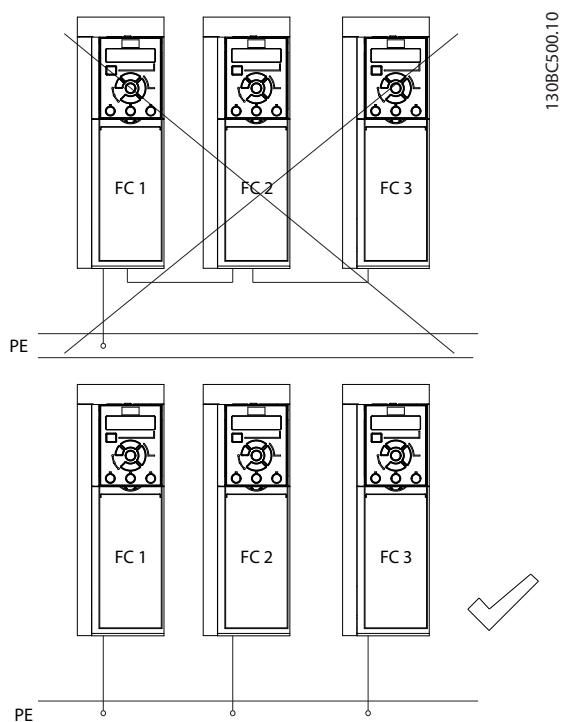

Рисунок 2.3 Принципы заземления
- Запрещается совместно заземлять несколько преобразователей частоты с использованием последовательного подключения (см. *Рисунок 2.3*).